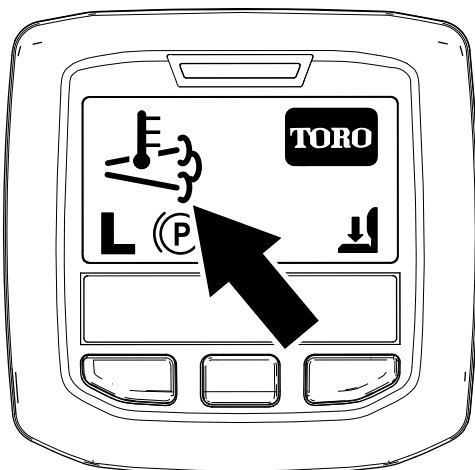

Figura 33
- L'icona della temperatura di scarico elevata viene visualizzata nell'InfoCenter (Figura 33).